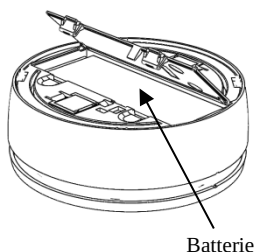

Figura 9
4. Aprire il vano batterie (vedere Figura 9).